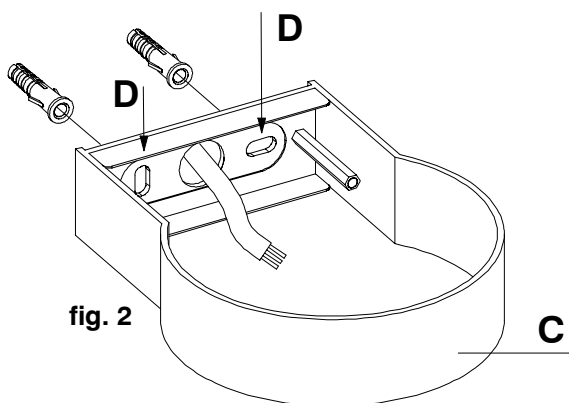

fig. 2
- ♣ Fixer le corps de l'ampoule **C** au plafond à l'aide des trous **D** en utilisant les chevilles, livrées avec l'appareil (voir fig. 2). Effectuer les connexions électriques aux bornes, situées à l'intérieur du support de la douille **B**.
- ✦ Fissare il corpo lampada **C** a parete mediante le asole **D** utilizzando i tasselli in dotazione (fig. 2).
- ✦ Anchor the lamp body **C** to the wall through the slots **D**, using the anchor screws included in the kit, (fig. 2). Connect the wires to the terminal blocks located inside the socket support **B**.